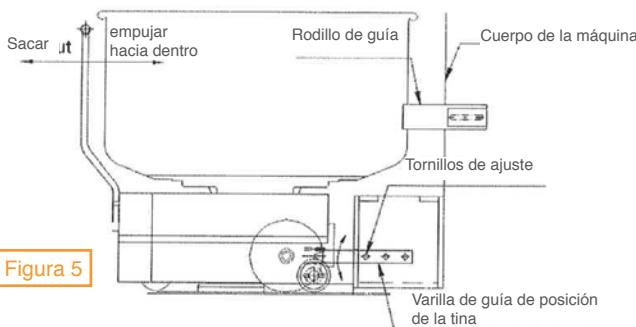

Figura 5
8. En esta posici n, se puede probar el grado de apriete de la varilla de la gu a de posici n de el perol. Tire del carro para separarlo de la m quina. Repita como antes hasta que el carro pueda empujarse hacia dentro y extraerse f cilmente. Despu s apriete los tornillos de ajuste de la varilla de gu a de posici n de la artesa tal como se muestra en la Figura 5. Finalmen- te, intente sacar e introducir el carro de nuevo para comprobar que sale y entra con suavidad..